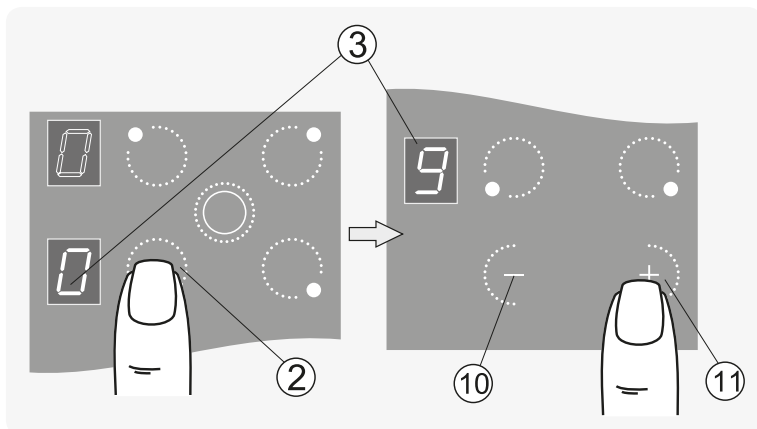

Рис.30
1. Коснуться зоны «2» с обозначением выбранной конфорки, после чего конфорка перейдет в режим управления. В соответствующем окне индикации мигает «0» (рис. 30).